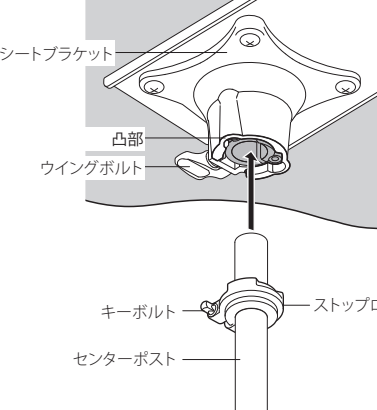

図 2
2. シートをセンターポスト / ショックアブソーバーポストに取り付けます。シートブラケットのウィングボルトの方向とストップロックの正面を合わせることで、ストップロックの凸凹とブラケットの凸凹とがはまり合います (図 2)。